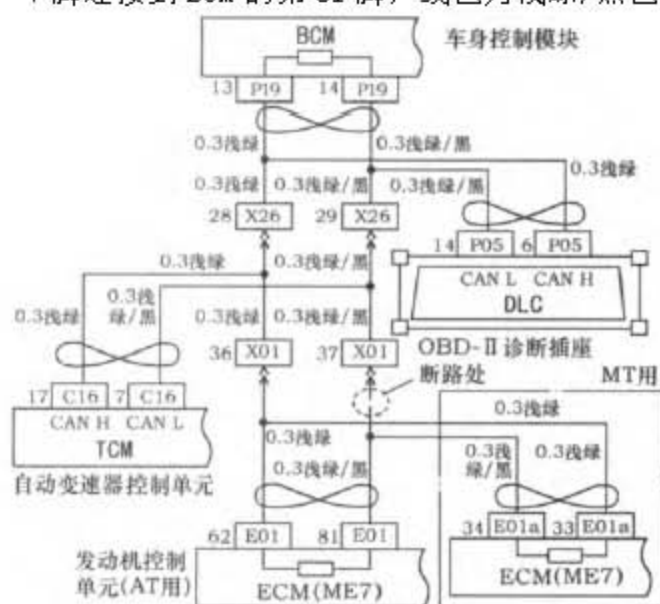

图1 长安悦翔CAN通信网络
- 3). 故障检查 长安悦翔轿车发动机 ECM 和 TCM 之间的通信是靠 CAN 通信线来实现的。CAN 通信线有 2 条：CAN-HIGH 和 CAN-LOW，在悦翔车上的线色分别为浅绿和浅绿/黑。长安悦翔 CAN 通信网络如图 1 所示。TCM 的 C16 插头的第 17 脚连接到 ECM 的第 62 脚，线色为浅绿色，为 CAN-HIGH。TCM 的 C16 插头的第 7 脚连接到 ECM 的第 81 脚，线色为浅绿/黑色，为 CAN-LOW。